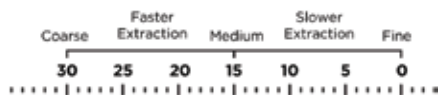

Fig. 3:
2. Bönlådan har markeringar för kaffets grovhet (se Fig. 3). För att justera malningsinställningen, säkerställ att din önskade inställning på bönlådan är i linje med markeringen på ovensidan (som visas i Fig. 4).